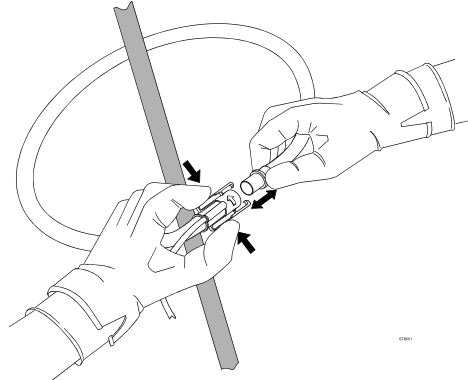

Abbildung 1. Anbringen des flexiblen Meßfühlers um den Leiter.
- Bringen Sie den flexiblen Meßfühler um den Leiter an (siehe Abbildung 1).